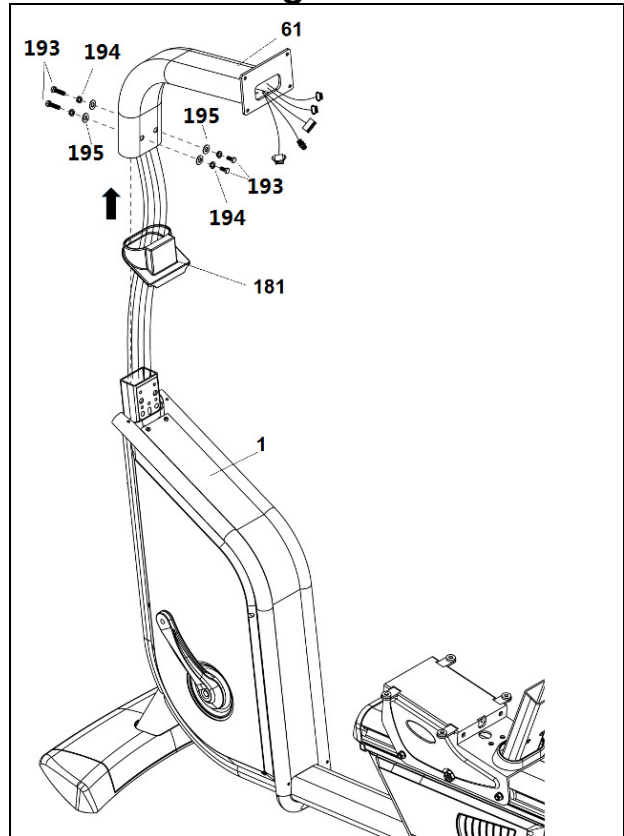

Fig.4
Posicione el manillar (163) en el tubo de manillar (61), con los tornillos (208) Fig.4, coloque la tapa protección (168), coloque los tornillos (169) y apriete.